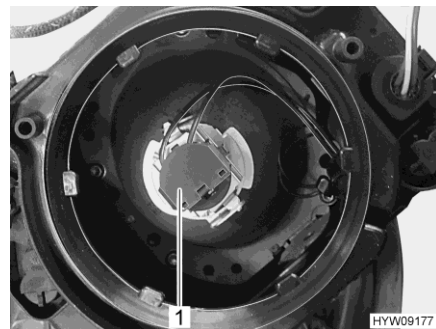

Fig. 220 Lampada ad incandescenza (faro anabbagliante/abbagliante)
- Ruotare il supporto (Fig. 220,1) e la lampada in senso antiorario e rimuoverli dall'involucro.
- Inserire il supporto (Fig. 220,1) e la lampada ad incandescenza nell'involucro e ruotare in senso orario fino a bloccarli. Il supporto scatta in posizione.